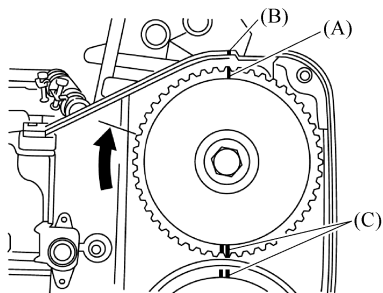

图 7-6 对准左进气凸轮轴带轮上的标记的位置。
⑤ 通过顺时针(从发动机前端看)旋转带轮,对准进气凸轮轴正时带轮(左侧)上的单线标记(A)和正时带罩上的切口(B)。确保进气凸轮轴和排气凸轮轴齿形带带轮上的双线标记(C)已对准,如图 7-6 所示。
⑥ 确保凸轮轴和曲轴正时带轮处于合适